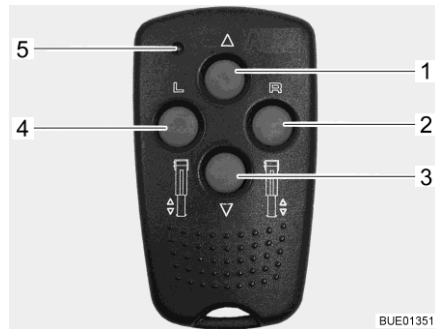

Bild 50 Fernbedienung für elektrische Hubstützen
- Vorwahl: Hubstütze links (Bild 50,4)
- Vorwahl: Hubstütze rechts (Bild 50,2)
- Hubstütze einfahren (Bild 50,1)
- Hubstütze ausfahren (Bild 50,3)
Bei jeder Tastenbetätigung blinkt die Kontroll-LED (Bild 50,5).
- Vorwahl-Taste für die Hubstützenseite (Bild 50,2 oder 4) ca. 1 Sekunde lang drücken.
- Innerhalb von 2 Sekunden die Taste "Hubstütze ausfahren" (Bild 50,3) drücken und so lange halten, bis der Stützfuß (Bild 52,4) auf dem Boden aufliegt.
- Innerhalb von 2 Sekunden die Taste "Hubstütze einfahren" (Bild 50,1) drücken und so lange halten, bis der Stützfuß (Bild 52,4) komplett eingefahren ist. Wenn die Hubstütze komplett eingefahren ist, ertönt ein Kontrollsignal.